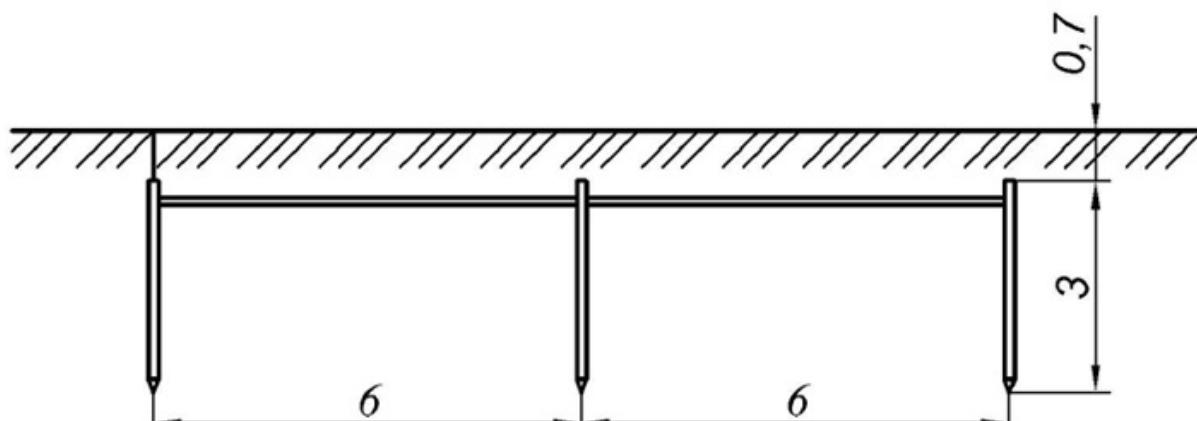

Рисунок 2 - Схема расположения электродов в грунте
- выполнить расчет заземляющего устройства и сделать поясняющий чертеж (рис.2).